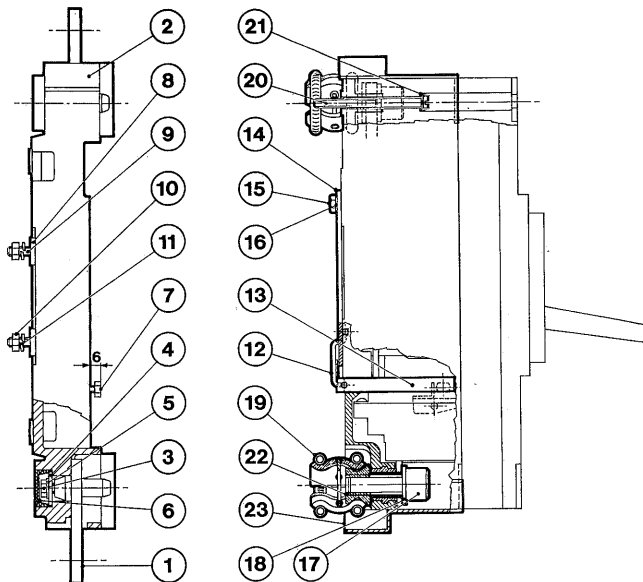

Fig. 14
7.5. Trasformazione dell'interruttore base in interruttore estraibile con attacchi anteriori (fig. 14)